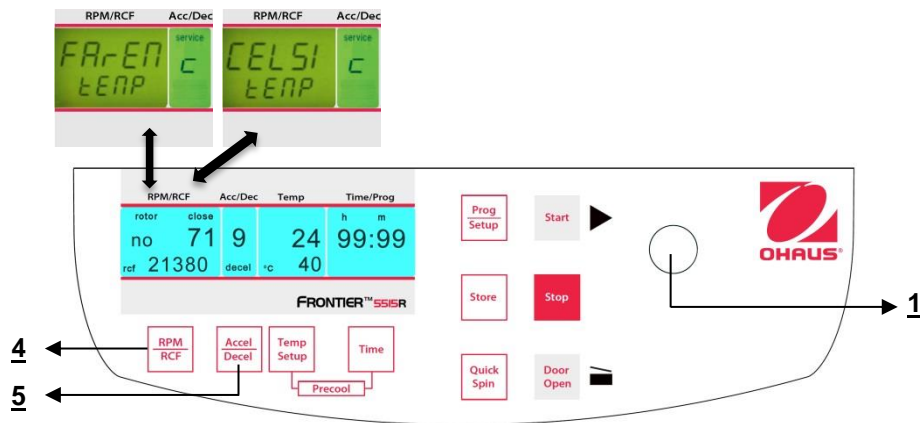

Abbildung. 32
Fahren Sie fort wie unter Punkt 4.1.2 beschrieben, um in den Programmmodus einzutreten und drücken Sie dann die Taste "**Accel/Decel**" (5). Auf der Anzeige "**Acc/Dec**" (A-2) erscheint das Wort "**Service**". Wählen Sie nun den Buchstaben "**C**" mit Hilfe des Anpassungsknopfes (1). Als Ergebnis erscheinen auf der Anzeige "**RPM | RCF**" (A-1) die Worte "**CELSI/temp**". Wenn Sie die Taste "**RPM | RCF**" (4) drücken, blinkt das Wort "**CELSI**" und Sie können mit dem Anpassungsknopf (1) die Anzeige in Fahrenheit "**FAREN**" ändern (siehe Abbildung 32).